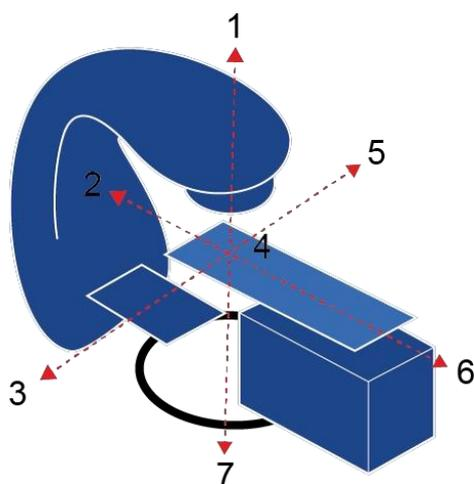

図 1. 固定座標系
- 治療装置の座標、動作、スケールの読み取りには IEC 規格 (IEC-61217) が適用されます (図 1 および図 2 参照)
図 1. 本図は、患者が治療台上で頭位（解剖学的仰臥位）にある場合に適用されるリニアックの方向に関する慣例を示しています。(1) 治療室天井（上部）（解剖学的前方）(2) 電子銃（G 端）（解剖学的上方）(3) リニアック A 面（解剖学的右）(4) 装置アイソセンタ (5) リニアック B 側（解剖学的左）(6) ターゲット（T 端）（解剖学的下方）(7) 治療室床（下部、解剖学的後方）。